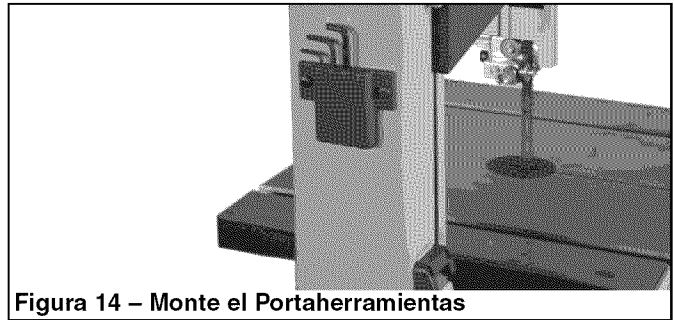

Figura 14 – Monte el Portaherramientas
- Monte el portaherramientas en la columna de la sierra de banda con dos tornillos de cabeza de placa. Obtenga dos tornillos de cabeza de placa de la bolsa de partes sueltas. Monte el portaherramientas en la columna e instale un tornillo de cabeza de placa en cada agujero, y luego apriételos con un destornillador Phillips (véase la Figura 14).